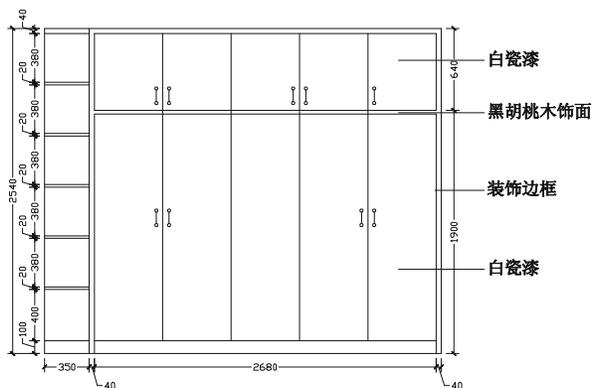

图 3-2-36
(10) 重复上面第 (8) (9) 两个步骤，完成所有尺寸标注，如图 3-2-36 所示。